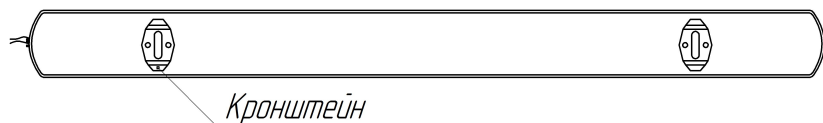

Рисунок 3
2.1.2. Поворотное крепление для установки светильника под углом от 0° до 90° (рисунок 3) - **приобретается отдельно.**
- снять крепежные кронштейны, установленные в корпусе светильника, см рисунок 3;